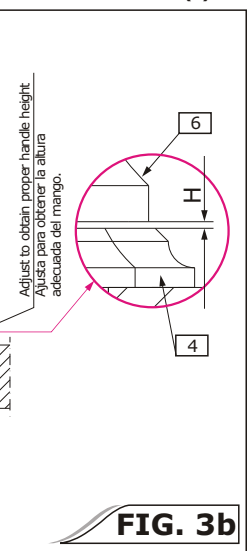

FIG. 3b
- ➔ Thread flanged nut (2) all the way down on the valve (1).
- ➔ Put in washer (3) on the valve (1) until it comes to rest on flanged nut (2).
- ➔ Insert the valve (1) up through the the hole in the deck. Thread onto the valve the handle base (4),
- ➔ Make sure that the o-ring (5) is correctly positioned in the groove in the bottom of the base (4).
- ➔ Then place the handle (6) on the splines of the valve head, check that the distance 'H' is sufficient to allow elements (4) and (6) to fit properly; if not, remove handle (6), and adjust the distance 'H' with the flange nut (2) and handle base (4). Put the handle base (4) in the position shown on the fig. 3b; the desired aesthetical effect will be achieved then.
- ➔ Baja la tuerca (2) hasta la válvula (1)
- ➔ Pon la arandela (3) sobre la válvula (1) hasta que se apoye sobre la tuerca (2).
- ➔ Mete la válvula (1) a través del agujero. Mete la base del mango (4) sobre la válvula.
- ➔ Asegúrate de que el anillo (5) está correctamente colocado en la ranura en el fondo de la base (4).
- ➔ Entonces coloca el mango (6) sobre los salientes de la cabeza de la válvula, controla si la distancia 'H' es suficiente para que los elementos (4) i (6) estén bien unidos; si la distancia es inadecuada, quita el mango (6) y ajusta la distancia 'H' con la tuerca (2) y la base del mango (4). Coloca la base del mango (4) en la posición indicada en la fig. 3b; así alcanzamos el efecto estético deseado.